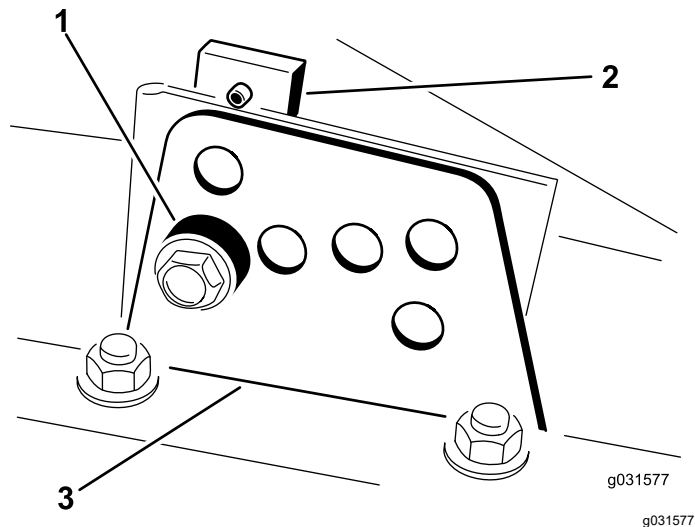

图 16
4. 在支撑起切割腔的同时取出隔片 (图 16)。
2. 拧松将各剪草高度支架固定至剪草高度板的螺栓前面和两侧如 图 16 所示。